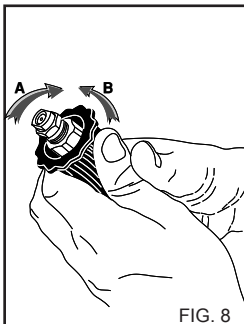

FIG. 8
Pour la version avec aspiration détergent, actionner la commande d'aspiration du détergent sur la lance (fig.8). Laisser agir quelques minutes.
4) Après avoir utilisé l'appareil avec du détergent, rincer le circuit d'aspiration; plonger le tube d'aspiration détergent (fig. 8) dans un bidon d'eau propre et faire fonctionner la pompe pendant 1 minute en mettant la lance sur écoulement détergent.
UTILISATION DU SÉLECTEUR DE PRESSION (Fig. 8) (Vers. DS)